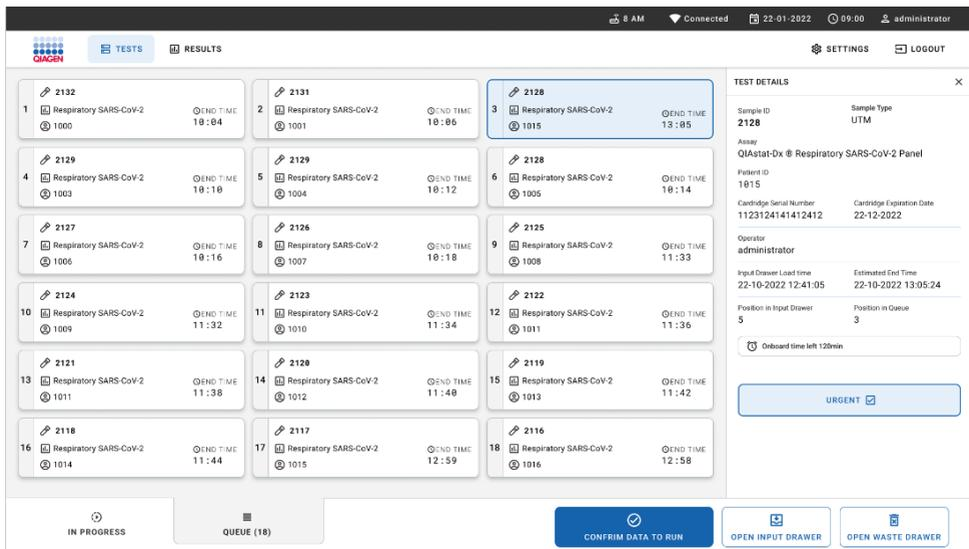

Figure 63. Écran de file d'attente des échantillons avec dosage sélectionné affichant des informations supplémentaires.
Si vous sélectionnez un test sur l'écran tactile, des informations supplémentaires s'affichent dans la section View details (Afficher les détails) de l'écran (figure 63).
14. Appuyez sur le bouton **confirm data to run** (confirmer les données pour analyser) dans l'écran une fois que toutes les données affichées sont correctes (figure 63). Après cela, une confirmation supplémentaire est requise de la part de l'opérateur pour exécuter les tests (figure 65).